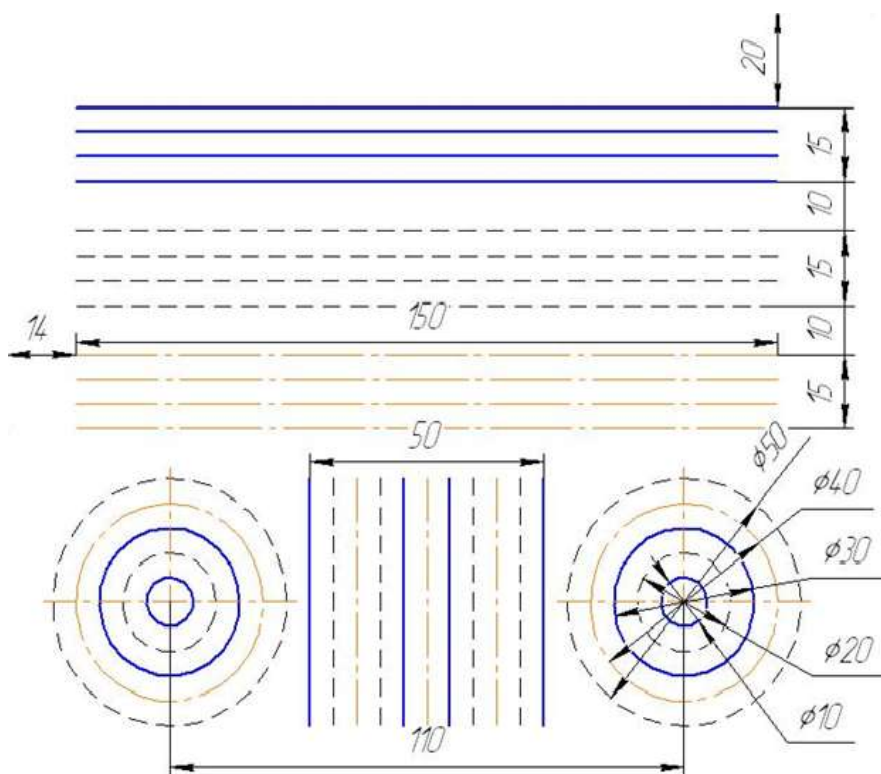

Рис. 10 Линии чертежа
3. Выполнить чертеж «Линии чертежа» (рис.10.)